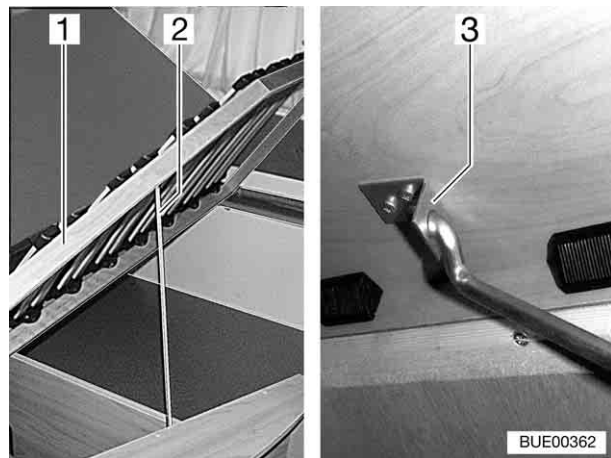

Fig. 70 Lit fixe
- Soulever le sommier à lattes (Fig. 70,1), détacher la tige (Fig. 70,2) de l'ancrage et l'insérer dans le trou du support (Fig. 70,3).
- Soulever le sommier à lattes (Fig. 70,1), détacher la tige (Fig. 70,2) du support (Fig. 70,3) et l'insérer dans l'ancrage.